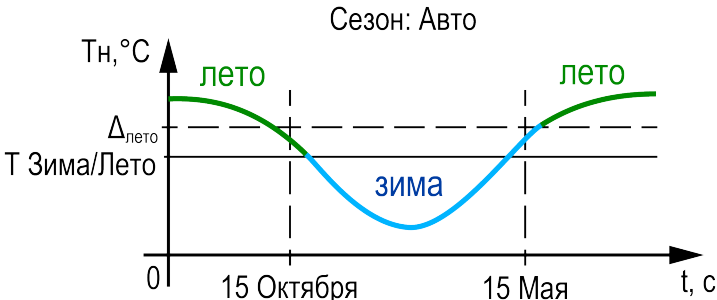

Рисунок 10.8 – Определение сезона
- параметр **Переход: Авто** — к условию перехода между режимами в ручном режиме добавляется условие автоматического перехода (см. рисунок 10.8). Условие перехода в **Лето**: среднесуточная температура наружного воздуха стала выше значения установленного в параметре **Уставка лето** на 3 градуса (не редактируемая величина) и текущая дата находится в диапазоне между датой включения режима **Лето (Вкл)** и датой выключения (**Выкл**). Условие перехода в **Зиму**: среднесуточная температура наружного воздуха стала ниже значения установленного в параметре **Уставка лето** и текущая дата находится в диапазоне между датой выключения режима **Лето (Выкл)** и датой включения (**Вкл**). На рисунке 10.8 в качестве примера изображается 15 октября (дата перехода из Лета в Зиму) и 15 мая (дата перехода из Зимы в Лето).